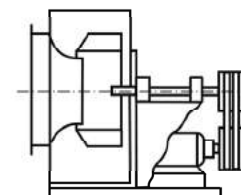

Рис. 2
- По типу соединения приводного электродвигателя с рабочим колесом вентиляторы различают по исполнениям (рис. 2):